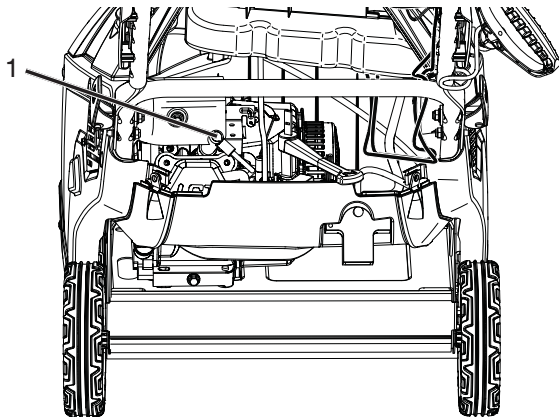

Figure 29
15. Débrancher le câble de bougie d'allumage de la bougie d'allumage (Figure 29).
20. Brancher le câble de bougie d'allumage à la bougie d'allumage (Figure 29).
21. Fixer à nouveau le tube d'ampoule d'amorceur à l'ampoule d'amorceur et aux câbles électriques sur le commutateur d'allumage arrière du couvercle supérieur arrière (Figure 29).